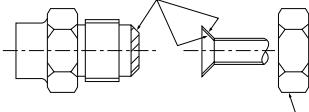

Fig. 4-1 Gebruik uitsluitende de flensmoeren die met het apparaat werden meegeleverd.
4.2. Binnenapparaat (Fig. 4-1)